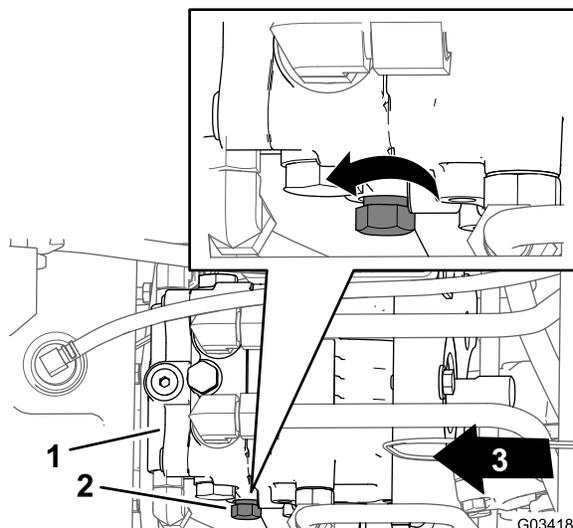

Figure 29
2. Localisez le bouton de commande de la vanne de dérivation sur le côté gauche de la pompe hydraulique (Figure 29).
3. Tournez le bouton de 3 tours dans le sens antihoraire (Figure 29).
3. Tournez le bouton de commande (Figure 29) dans le sens horaire jusqu'à ce que vous sentiez une résistance, ce qui indique que la vanne de dérivation est fermée.